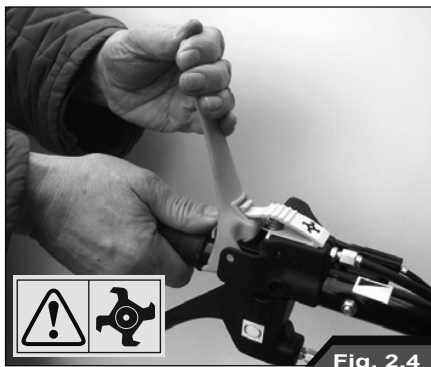

Fig. 2.4
- Dźwignię sprzęgła wirnika ostrzy należy zawsze uruchamiać oburącz. Odczepić zacpek zabezpieczający dźwignię sprzęgła wirnika ostrzy tak, jak pokazano na ilustracji (Rys. 2.4).